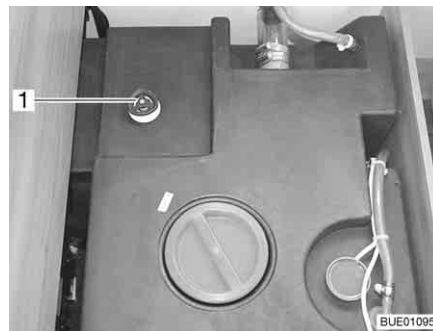

Bild 208 Wassertank mit Drehgriff
- Auf dem Wassertank den Drehgriff (Bild 208,1) im Uhrzeigersinn bis zum Anschlag drehen.
- Auf dem Wassertank den Drehgriff (Bild 208,1) entgegen dem Uhrzeigersinn bis zum Widerstand drehen. Das Wasser läuft bis auf 60 Liter aus.